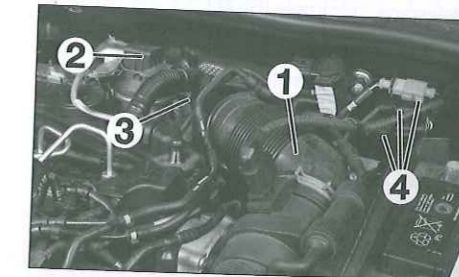

Fig. 42
- Desmontar el conducto de admisión (1) y desconectar el captador de presión de sobrealimentación (2) del turbocompresor (Fig.42).
- Desconectar el manguito de depresión (3).
- Sacar los conectores de las diferentes sondas (4) y retirar los cables de las sondas.